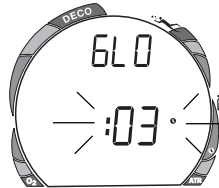

Fig. 44 - Einstellung Backlight
- Die Anzeigen **GLO** und das Zeitsymbol erscheinen, der Wert für die Leuchtdauer blinkt (Abb. 44).